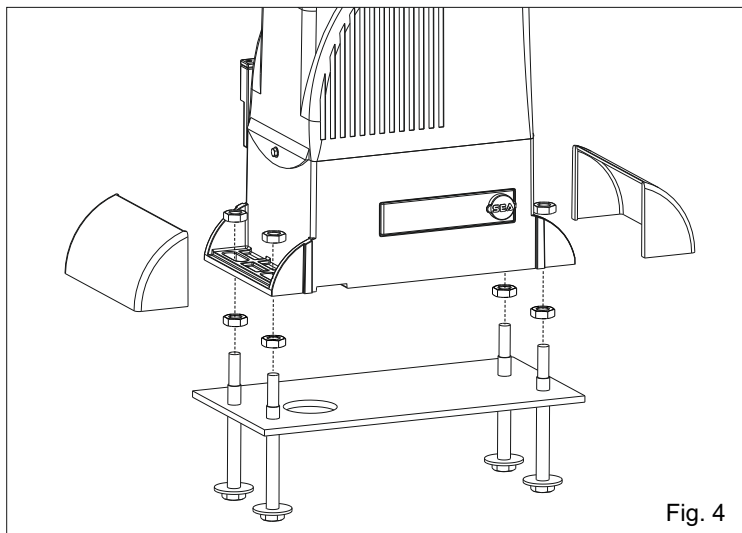
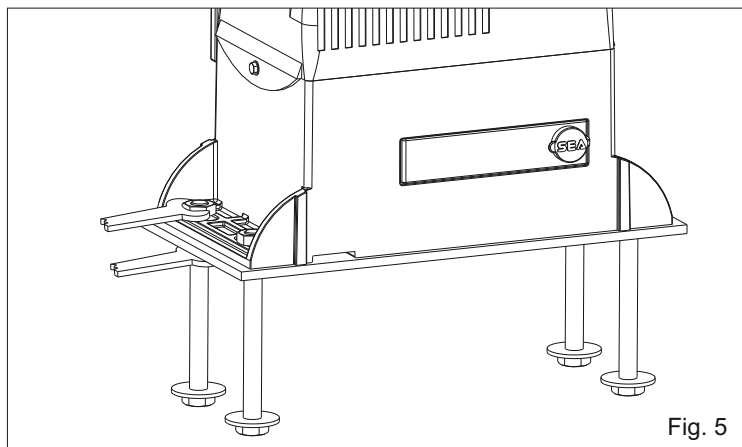

Fig. 4
Fig. 5
4.1. Fijar el motorreductor a la placa de fundación regulando la posición lateral y su altura (Fig. 4 - Fig. 5) para respetar las cotas mencionadas en Fig. 2.